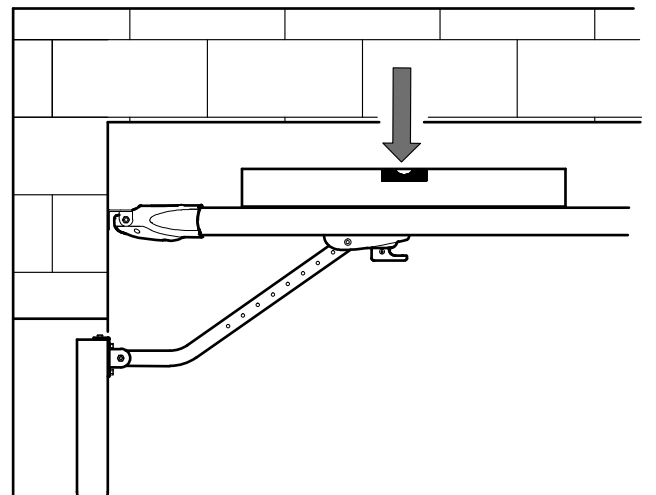

FIG. 4
5. Fissare al centro della porta la staffa di ancoraggio, e collegarla alla navetta con l'apposito braccio curvo (fig. 4).
5. Fix the anchoring bracket at the top of the door in the centre and connect via the relative curved arm to the trolley (fig. 4).
5. In der Mitte der Tür den Verankerungsbügel befestigen und am Gleitschuh mit dem entsprechenden gebogenen Arm anbringen (Abb. 4).
5. Fixer au centre de la porte l'étrier de fixation et l'assembler à la navette à l'aide du bras coudé prévu à cet effet (fig. 4).
5. Fije al centro de la puerta la abrazadera de anclaje y conéctela al carro con el brazo curvo específico (fig. 4).
5. Fixe no centro da porta o suporte de ancoragem, e ligue-o ao carro com o respectivo braço curvo (fig. 4).